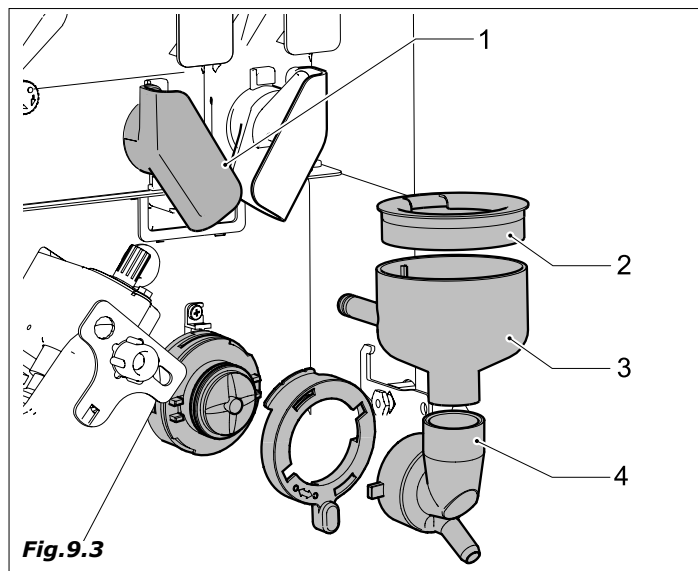

Fig.9.3
- canais e tubos de escorregamento pós (Fig.9.3-pos.1)
- canal água (2), camara miscelção (3) e ventainha de misturagem (4)